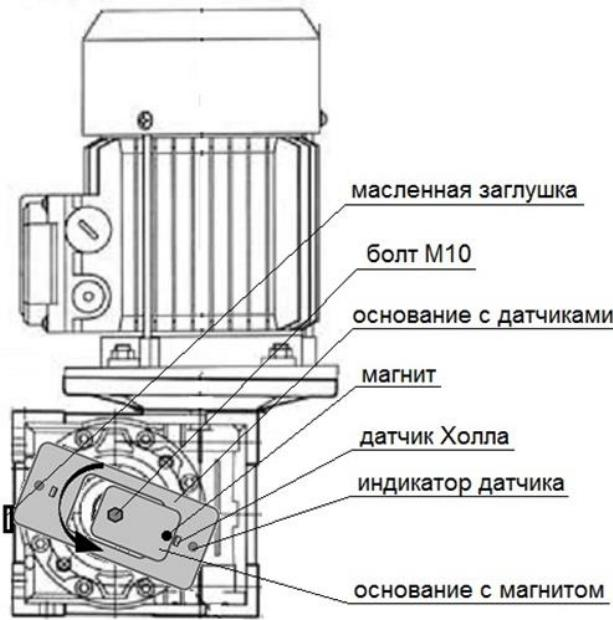

Рисунок 6
- Ослабить контровочные гайки на Тяге (см. Рисунок 6).
Работа концевых выключателей регулируется поворотом основания с магнитом (см. Рисунок 6).
Данное положение основания с магнитом (см. Рис. 6) соответствует положению стрелы «открыто», т.е. вертикальному, индикатор зеленый.